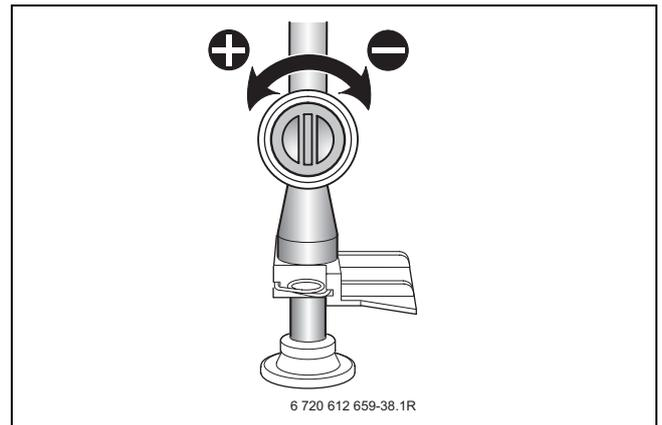

Fig. 39
- ▶ Agendo sulla valvola di regolazione della portata del gas (fig. 39), impostare il valore di CO₂ corrispondente alla potenza termica nominale risc., come da tabelle 17 o 18.